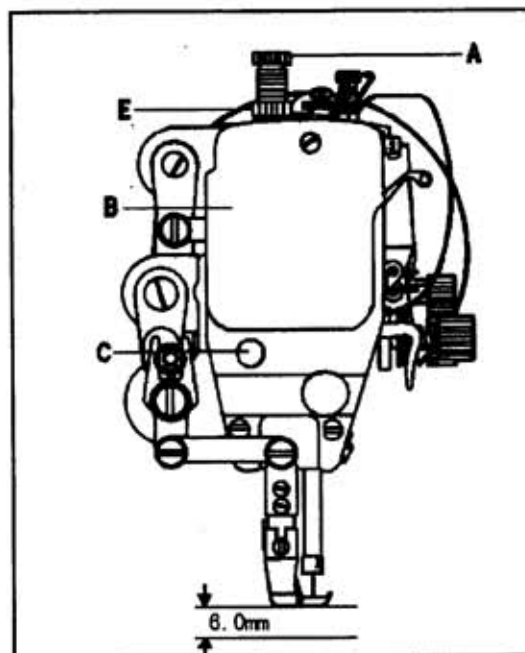

Fig. 9
11. POSITION PRESSER BAR (Fig.9)